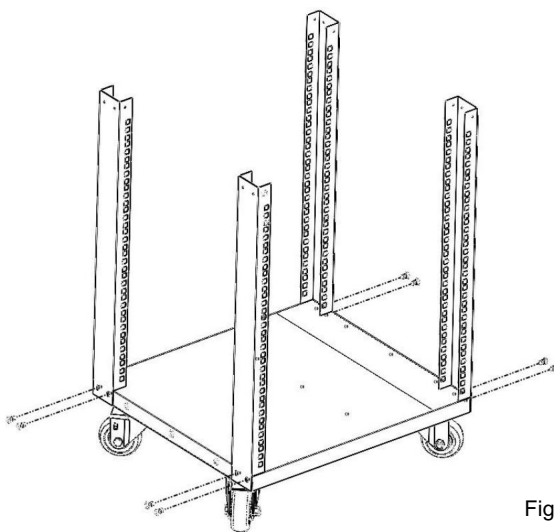

Figura 2
2. Alinee el soporte de la esquina con el panel inferior, asegúrelo con 2 tornillos de cabeza cruzada M5 con un destornillador eléctrico. Luego adopte el mismo paso para fijar el resto de los 3 soportes de la esquina. Consulte la Figura 2.